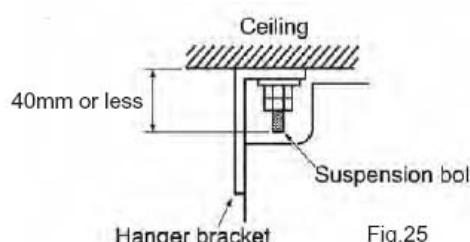

Fig.25
- Ajuste a distância da unidade à placa do teto anteriormente (consulte a Fig.25)